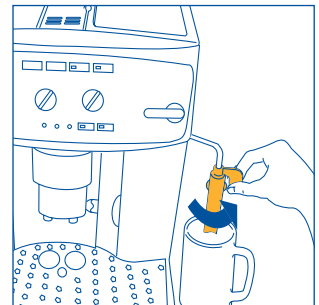

Fig. 3
2. Tournez la buse à cappuccino vers l'extérieur, posez une tasse dessous (fig. 3) et mettez la machine en marche en appuyant sur la touche ① (fig. 4).
- Tournez la buse à cappuccino vers l'extérieur de la machine (fig. 3).
- Posez une tasse sous la buse à cappuccino (fig. 3)
- Poussez vers l'extérieur la buse à cappuccino (fig. 3)